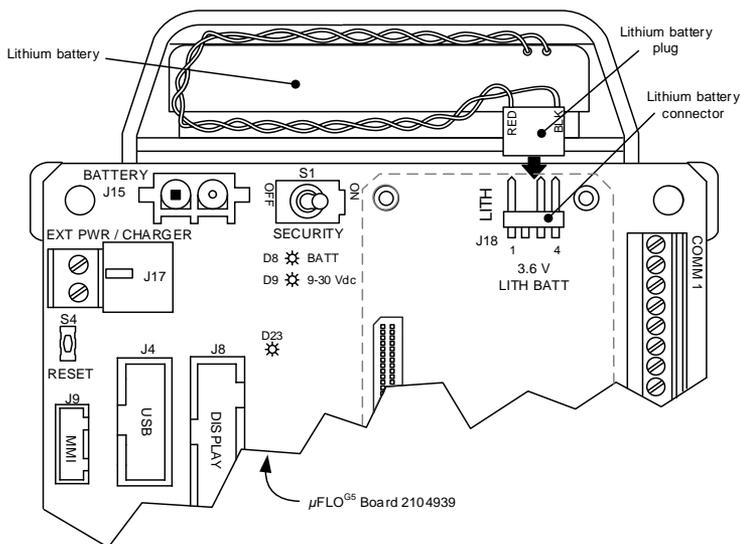

Figura 11: Conector e bateria de lítio
2. Conecte o cabo da bateria de lítio ao conector integrado LITH (J18) para que o fio vermelho faça uma conexão ao pino 1 e o fio preto faça uma conexão ao pino 4 (Figura 11).